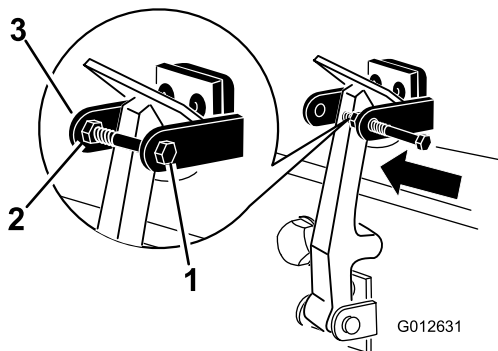

図 6
8. フードロックブラケットのもう一つのアームにボルトを差し込んでラッチをロックする図 6。